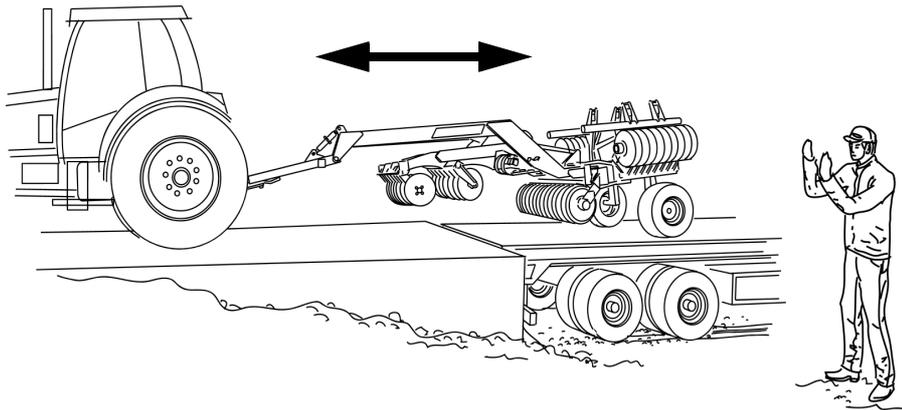

Рисунок 1.15
ПРИМЕЧАНИЕ! Руководить операцией погрузки и выгрузки должен один человек! См. “Рисунок 1.15”.
- 3 Скатите машину с транспортного средства. В случае использования грузовой платформы, например, потребуются пандус, погрузочная платформа или аналогичные средства. Будьте особенно осторожны! Убедитесь, что при выгрузке части машины не были повреждены; также смотрите “Рисунок 1.15 ” на стр. 13.